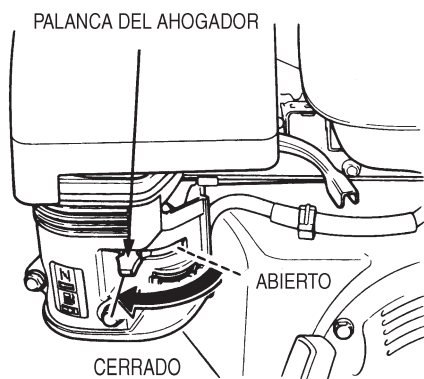

Figura 11. Palanca del ahogador
2. Para arrancar el motor en frío, mueva la palanca del ahogador (Figura 11) a la posición "CLOSED" "CERRADO".